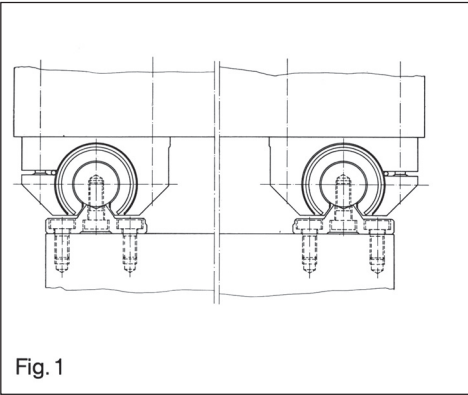

Fig. 1
- b) fixer les paliers à la table de la machine (voir Fig. 1)
(La Fig. 1 montre une alternative du montage des paliers)
Esempi di montaggio: vedi Fig. 1, 2 e 3.
Zu b) Radial-Compact-Sets mit Maschinentisch verschrauben (siehe Fig. 1)
(Alternativeinbau der Radial-Compact-Sets nach Fig. 1 möglich.)
(Alternatively, the Radial Compact Sets can be mounted in accordance with Fig. 1).